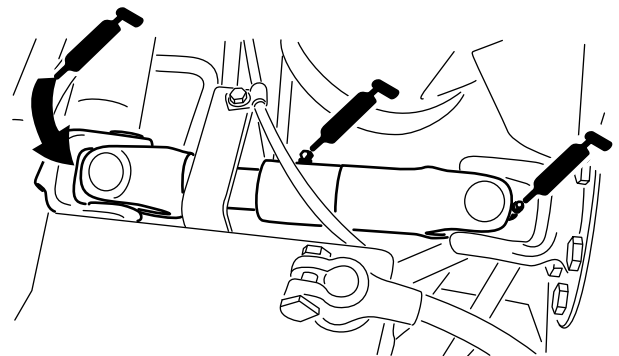

Bild 46
- U-Gelenk der Pumpenantriebswelle (3)—Bild 46